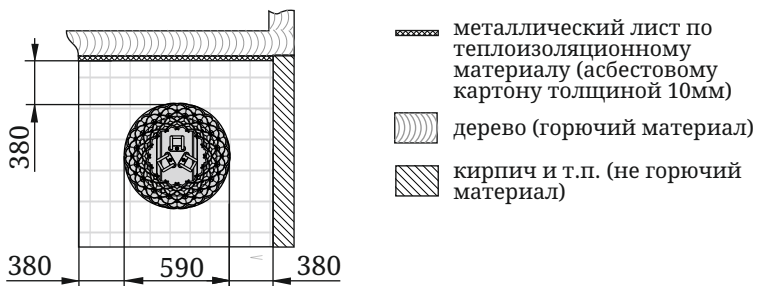

Рисунок 3. Монтаж площадки-постаментга
- под электрокаменкой необходимо сделать основание из кирпича или другого негорючего материала или площадку-постамент из негорючего материала высотой 100 мм от уровня деревянного пола. Габариты площадки должны быть такие, чтобы минимальное расстояние от электрокаменки до краев площадки составляло не менее 380 мм (рисунок 3). На пол из негорючего материала электрокаменка устанавливается без дополнительного постамента.
Установите печь на специально подготовленное место для ее эксплуатации (рисунок 3). Убедитесь, что электрокаменка собрана и установлена в соответствии с требованиями СП 7.13130.2013 и настоящего руководства.